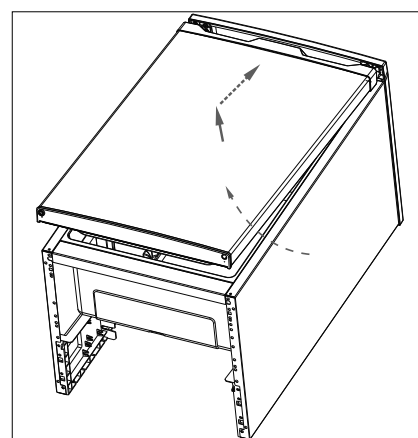

Abb. 11
- ▶ Setzen Sie die Gefrierraumtür (4) wieder auf den Gefrierraum, indem Sie die Gefrierraumtür (4) von unten leicht schräg nach oben schieben (Abb. 11). Achten Sie dabei darauf, dass der Scharnierzapfen des oberen Scharniers in der Scharnierbuchse an der Gefrierraumtüroberseite sitzt und die Dichtung richtig mit dem Gehäuserand abschließt.